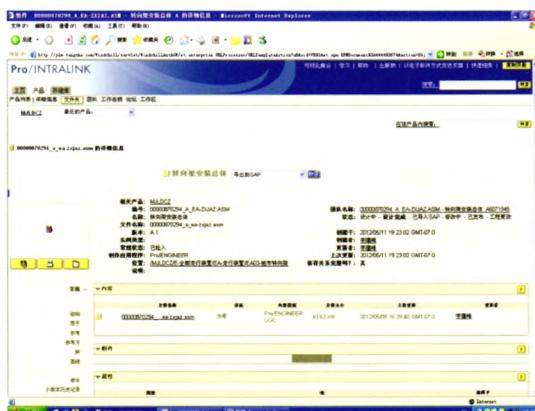

图4 导出到SAP
(2) 车体子部位设计师将所负责的部位从 INTRALINK 系统中检出,在 Pro/ENGINEER 中建立该子部位骨架,进行详细设计,设计完成后,检入到 INTRALINK 系统中,执行导出到 SAP 命令,如图 4 所示。